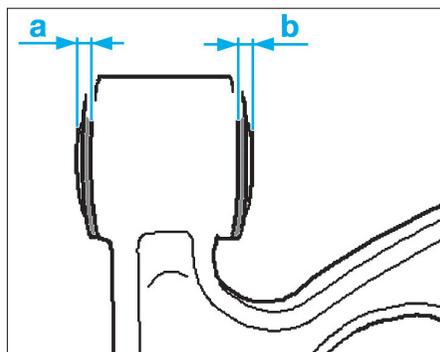

FIG. 44
• Respecter les cotes (a) et (b) ; elles doivent être identiques (Fig.44).